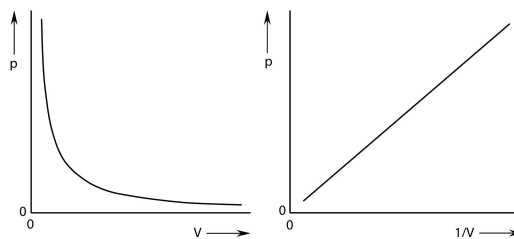

Abb. 2: Isotherme Zustandsänderung
Gl. (10) wird auch Boyle-Mariottesches Gesetz genannt. Trägt man p gegen V in einem so genannten p - V -Diagramm grafisch auf, so erhält man Hyperbeln (siehe Abb. 2, links). Zur grafischen Überprüfung von Gl. (10) eignen sich Hyperbeln nicht. Man formt so um, dass sich eine Gerade ergibt bzw. ergeben sollte. Da $\frac{p}{1/V} = p \cdot V = \text{const.}$ ist, trägt man p gegen $1/V$ auf. Das Gesetz wird bestätigt, wenn sich eine Gerade ergibt (siehe Abb. 2, rechts). Analoges gilt bei Auftragen von $1/p$ gegen V .